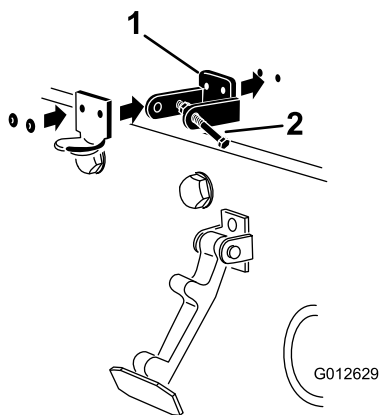

**Figura 3**
2. Rimuovete i 2 rivetti che fissano la staffa del fermo del cofano al cofano (Figura 3). Rimuovete la staffa del fermo del cofano dal cofano.